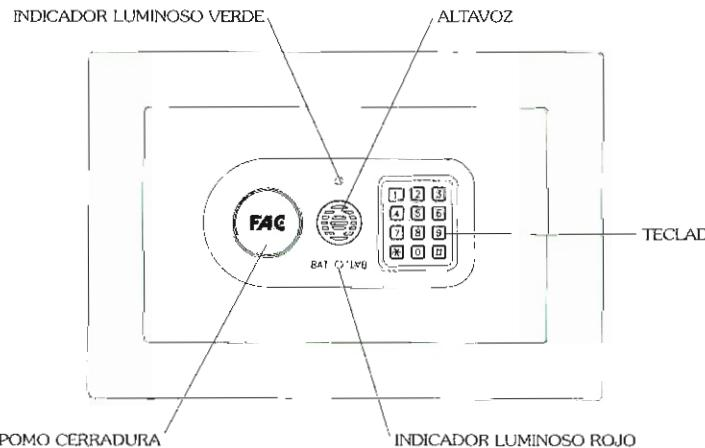

FIG. 2
Se trata de una arca de seguridad con apertura mediante clave electrónica y cerradura de gorgas accionada mediante pomo (ver fig. 2).
Los pasos a seguir para abrir la caja (ver fig. 2) son:
1. Pulsar la tecla de encendido « \* ». Se escuchará el sonido de invitación a teclear una clave y se encenderá de forma fija el indicador luminoso verde (ver fig. 2).